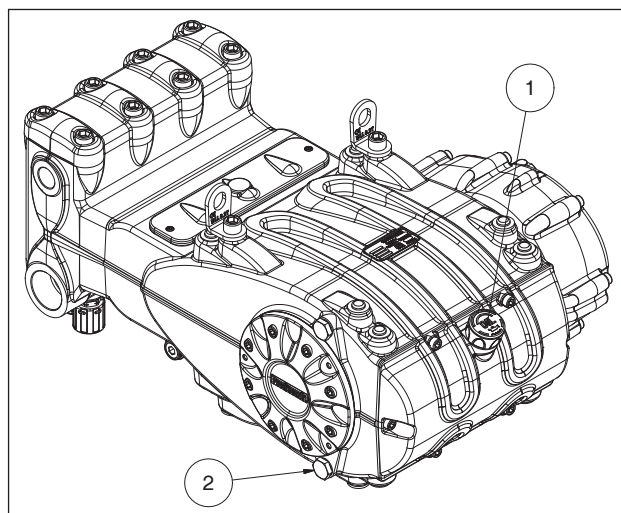

Fig. 3
Controllare il livello dell'olio tramite l'apposito tappo con asta livello olio dotata di tacche di minimo e massimo ①, Fig. 3. Se necessario rabboccare fino a ripristinare il livello.
Il cambio dell'olio va eseguito con pompa a temperatura di lavoro rimuovendo il tappo pos. ②, Fig. 3.
Predisporre l'impianto in modo tale da non superare in nessun caso i **100 °C** (212 °F) di temperatura dell'olio durante il funzionamento della pompa. Utilizzare una sonda di temperatura da infilare all'interno del tappo scarico olio pos. ② Fig. 3. Vedere manuale "PROTEZIONE ANTIDEFAGRANTE ATEX".